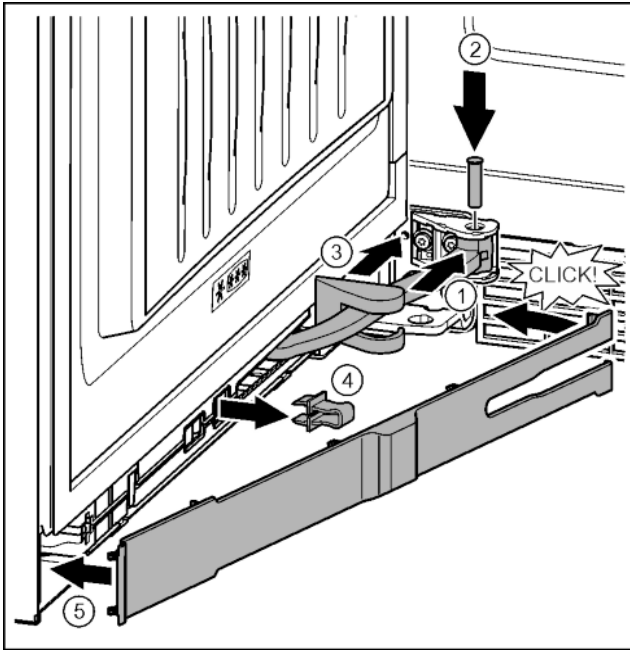

Fig. 46
- Forgassa a felfüggesztésbe a csuklót. Fig. 46 (1)
- Egy T15 csavarhúzóval helyezze a felfüggesztésbe és a csuklóba a csapszeget. Közben ügyeljen közben arra, hogy a bekattanó bütyök megfelelően illeszkedjen a horonyba. Fig. 46 (2)
- A csukló mentén tolja el a csapágybak fedelét, és szerelje a felfüggesztés fölé. Fig. 46 (3)
- Vegye le a biztosítékot. Fig. 46 (4)
- Helyezze fel a fogantyú oldalán a lemezt, és fordítsa be. Fig. 46 (5)